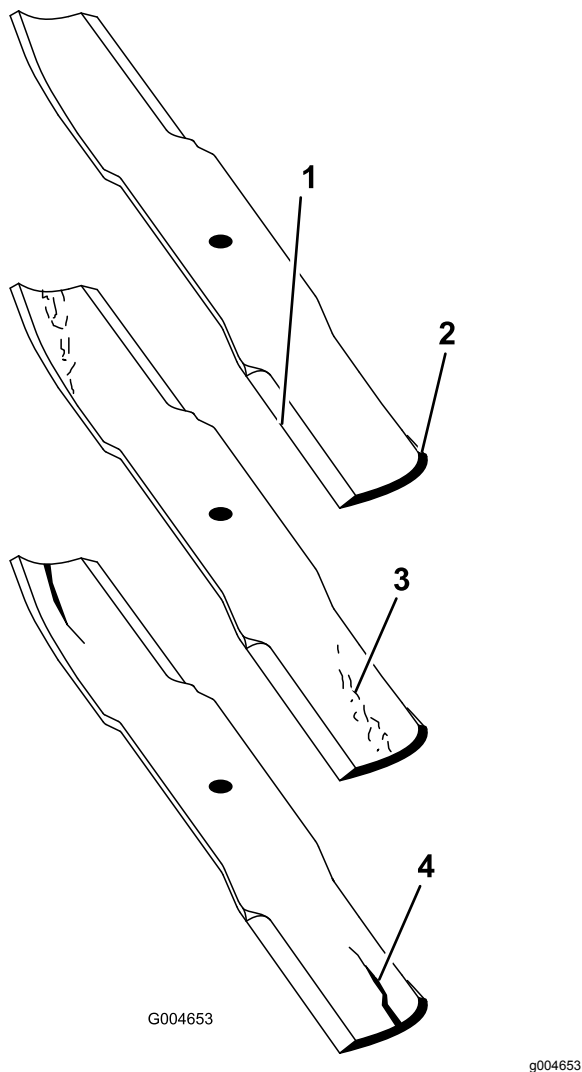

Figure 104
2. Examinez attentivement les tranchants de la lame, particulièrement au point de rencontre de la partie plane et de l'ailette (Figure 104).
Remarque: Le sable et les matières abrasives peuvent éroder le métal à cet endroit, c'est pourquoi il est important de contrôler l'état de la lame avant d'utiliser la tondeuse. Remplacez la lame si elle vous semble usée (Figure 104).